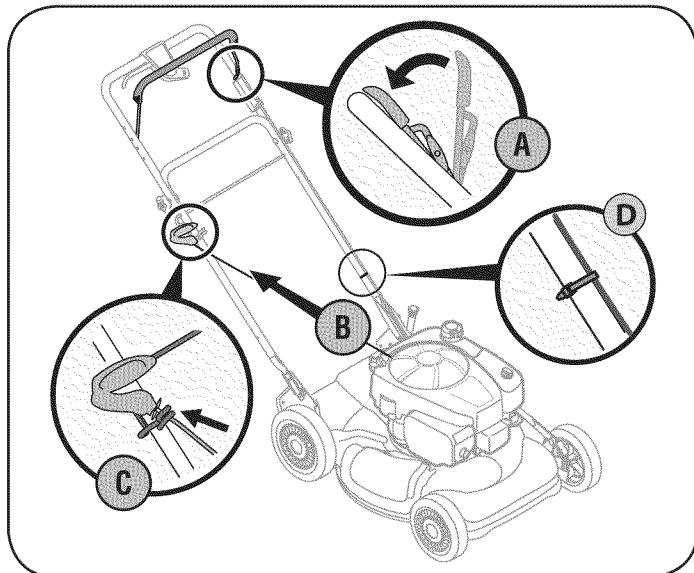

Figura 3
- La guía de la cuerda, que está conectada a la varilla de sostén, se encuentra sobre el lado derecho de la manija inferior. Vea la Figura 3.